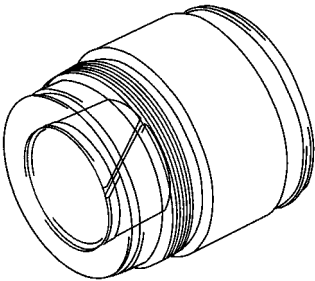

图 16-66 检查衬套的内壁有无划痕
(3) 检查缸端限位螺套的衬套。检查衬套的内壁有无划痕，如图 16-66 所示。